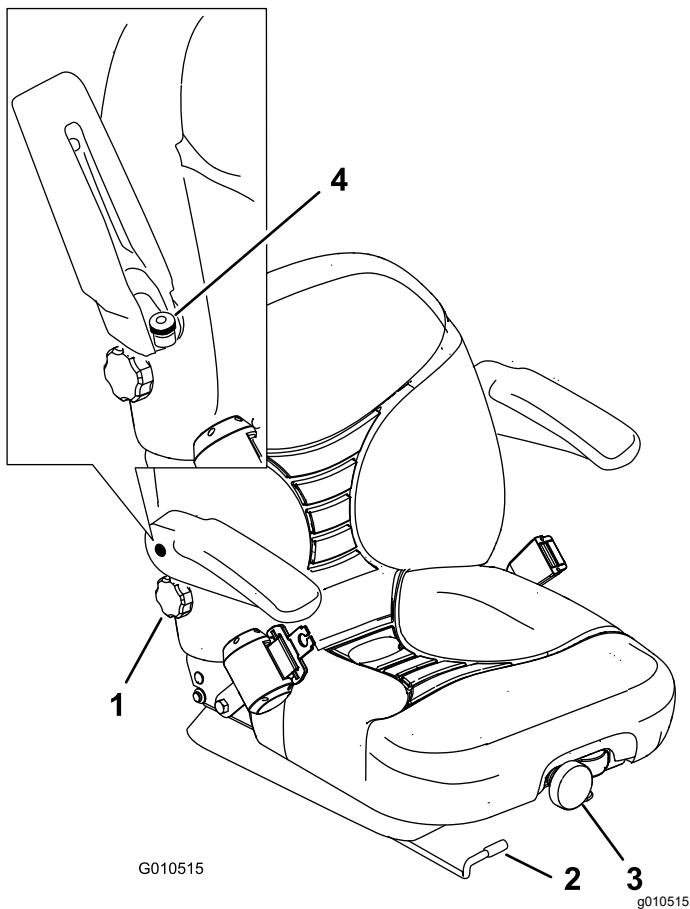

图 31
1. 要调整座椅请横向移动控制杆打开座椅的锁定 (图 31)。
要调整座椅可向前方任一方向旋动旋钮以提供最佳的舒适性 (图 31)。
要调整座椅可向任一方向旋动旋钮在右侧扶手下方以提供最佳的舒适性 (图 31)。
提起扶手并向任一方向旋动旋钮以提供最佳的舒适性 (图 31)。